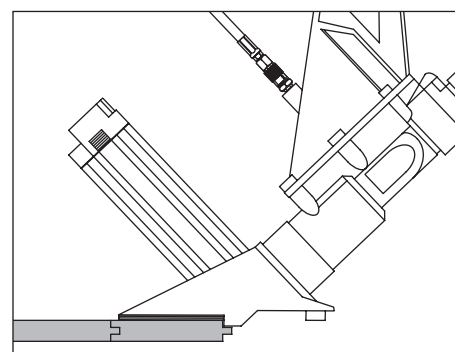

Figure 22 - Déposer la plaque de semelle sur la lame de plancher.
- Placer l'outil sur le plancher tel qu'indiqué à la *Figure 22* avec la plaque de semelle reposant sur la lame de plancher montée. S'assurer que l'embout d'éjection des attaches soit bien en place contre la languette de la lame.